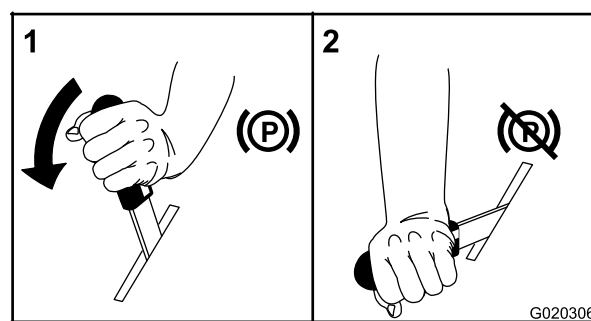

Figura 10
3. Ponga el freno de estacionamiento (Figura 10); consulte Aplicación del freno de estacionamiento.